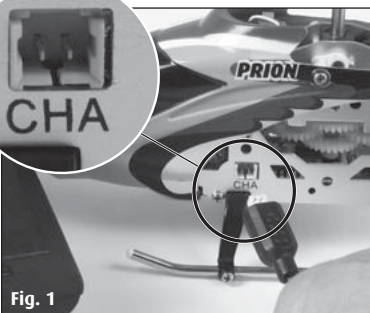

Fig. 1
2. Introduire la fiche du câble de chargement avec précaution dans la prise de chargement de l'hélicoptère (Fig. 1). La fiche doit glisser aisément dans la prise - NE PAS FORCER. Si la fiche n'est pas bien enfoncée dans la prise, l'hélicoptère pourrait être endommagé et présenter éventuellement un danger d'accident.
- b. Introduire la fiche du câble de chargement avec précaution dans la prise de chargement de l'hélicoptère (Fig. 1). La fiche doit glisser aisément dans la prise - NE PAS FORCER. Si la fiche n'est pas bien enfoncée dans la prise, l'hélicoptère pourrait être endommagé et présenter éventuellement un danger d'accident.
Le régulateur de portance (régulateur de gauche sur la télécommande) doit être orienté vers le bas avant le démarrage. Placer ensuite le bouton de marche de la télécommande sur «ON» (Fig. 1), le voyant LED rouge s'allume.